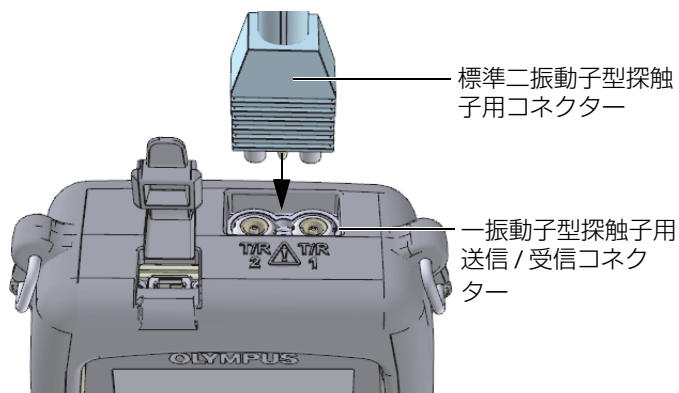

図 5-1 探触子の接続
1. 45MG 本体の上部にある送信 / 受信探触子コネクタに探触子を差し込みます（54 ページの図 5-1 を参照）。一振動子型探触子を使用する場合は、T/R 1 のみを使用します。